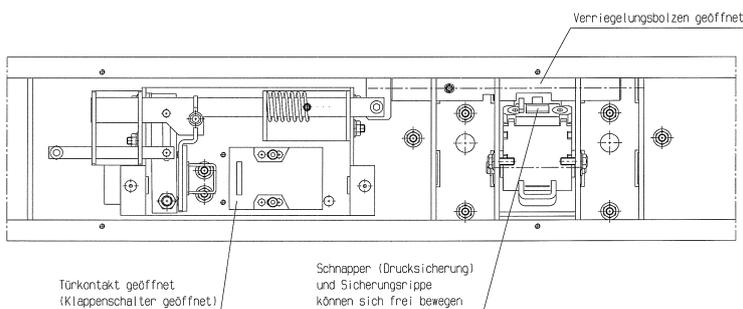

Abb. 8
4. Prüfhebel an der Türdrucksicherung bis zum Anschlag einstecken (Abb. 8)
2. Prüfhebel in der Türdrucksicherung bis zum Anschlag einstecken (Abb. 8)